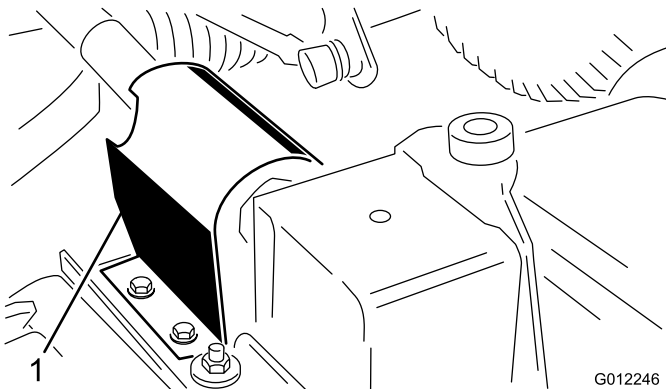

Figure 5
1. Retirez les 2 vis autotaraudeuses qui fixent le la protection de la PDF au sommet de la plaque de montage de la boîte d'engrenages du plateau de coupe, et déposez la protection (Figure 5).